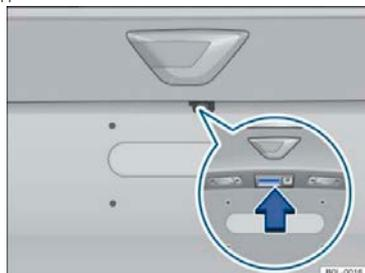

Рисунок 48 Открытие двери багажника снаружи
- После отпирания двери багажника однократным нажатием кнопки на ключе или полного отпирания автомобиля, откройте дверь багажника нажатием кнопки → рис. 48 (стрелка);
- или: нажмите и удерживайте кнопку на ключе, пока дверь багажника не откроется автоматически на несколько миллиметров, откройте дверь багажника, нажав на кнопку → рис. 48 (стрелки);